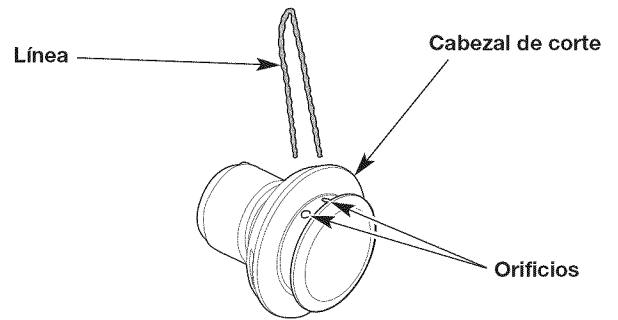
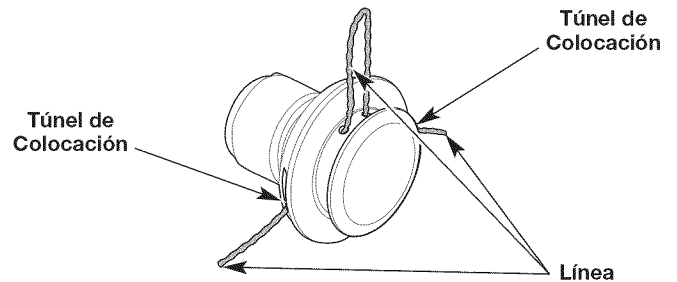

Fig. 17
Fig. 18
3. Inserte los extremos de la línea en los orificios grandes ubicados al costado del cabezal de corte (Fig. 17). Empuje la línea a través de los orificios hasta que ambos extremos salgan de los túneles de colocación (Fig. 18).